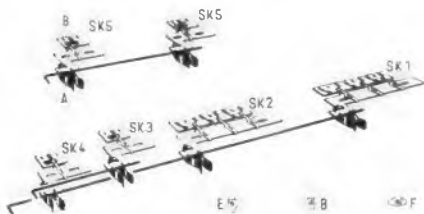

Bild 3. Steuernocken am VHF-Kanalwähler: E = CCIR-Norm, B = belgische Norm, F = französische VHF-Norm
Die Bild-Zwischenfrequenz steht an Punkt „e“ des VHF-Kanalwählers zur Verfügung. Die Steuernocken am VHF-Kanalwählerblock (Bild 3) stellen einen Systemwechsler mit zwölf Schaltstellungen dar. Die Steuernocken werden in drei Stellungen gebracht:
1.1.4 Video-Signal. Der Signalweg kann in Bild 4 verfolgt werden. Hinter dem Video-Gleichrichter unterdrückt in Bild 2 ein  $\pi$ -Filter die restliche Zf-Spannung. Darauf folgen dann in Bild 4 einige Korrekturspulen für die hohen Frequenzen. Das Video-Signal wird hierauf im Pentodenteil der Röhre PCL 84 verstärkt. Über einen (von der Steuernocke am VHF-Kanalwähler betätigten) Schalter SK 1 (siehe Bild 3), und zwar über die Kontakte 4–5 wird das verstärkte Video-Signal über zwei Spulen zum Anheben der hohen Video-Frequenzen der Katode der Bildröhre zugeführt.